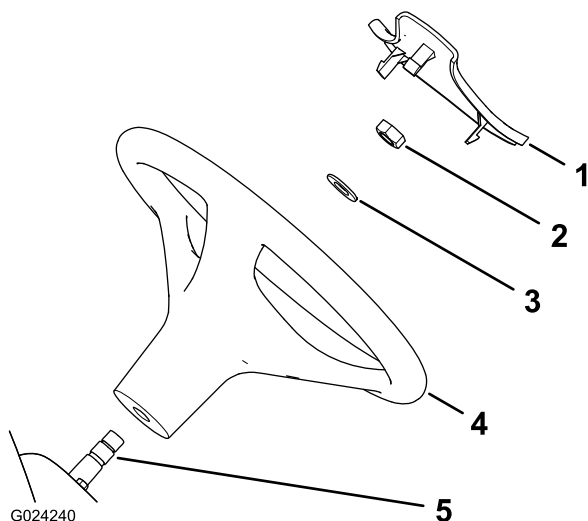

Figura 3
1. Togliete la protezione, se installata, dal mozzo del volante (Figura 3).
2. Togliete il dado dal piantone del volante (Figura 3).
3. Fate scorrere il volante e la rondella sul piantone (Figura 3).
5. Montate la protezione sul volante (Figura 3).